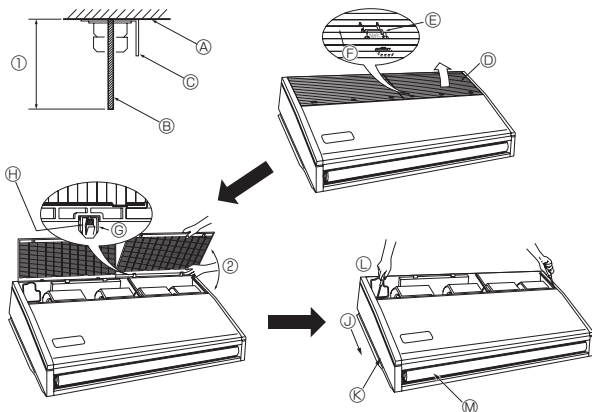

Fig. 3-4
3.2.4. Ներքին բլոկի նախապատրաստում (Fig. 3-4)